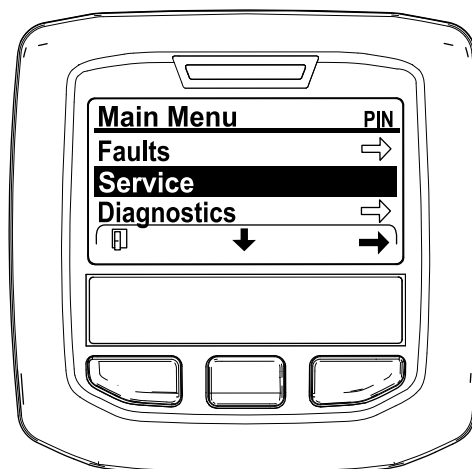

図 47
2. メインメニューMAIN MENU画面で、中央ボタンを押して整備SERVICEメニューへ移動し、右ボタンで整備SERVICEを選択する 図 47。